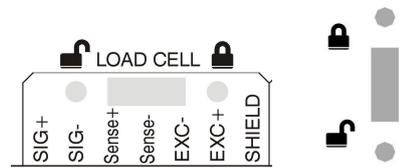

图 3.1.1 标定开关
-计量性参数：这些参数可以直接影响标定计数器并有[Ⓟ]符号表示。想要修改此类参数需要正确输入PIN码并确保标定开关处于开启状态(见图 3.1.1)。远程操控状态还需确认软件锁是否打开。